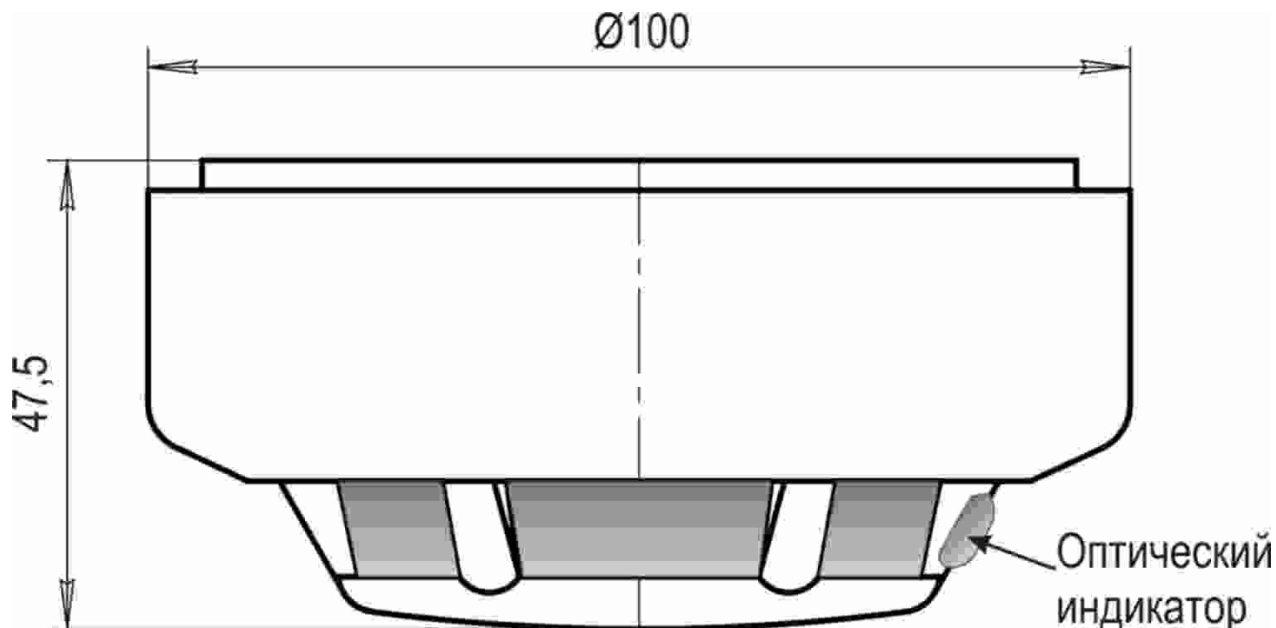

Рис. 1. Общий вид извещателя
5.3 Общий вид извещателя приведен на рис. 1.